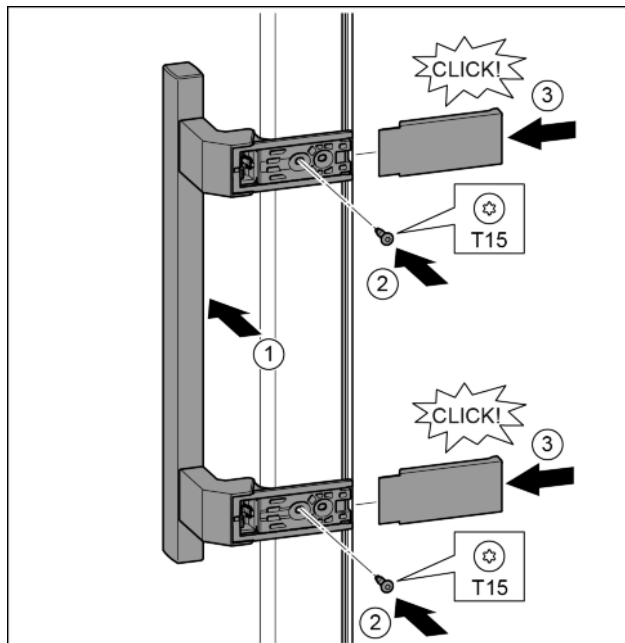

Fig. 18
- Założyć uchwyt po przeciwległej stronie. Fig. 18 (1)
- Śruby przykręcić przy pomocy śrubokręta T15. Fig. 18 (2)
- Osłony założyć z boku i wsunąć. Fig. 18 (3)